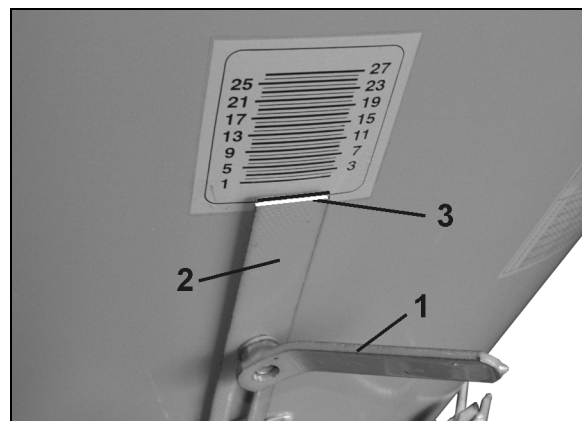

Fig. 23
1. Løsne innstillingsspaken (Fig. 23/1) lösen.
2. Still spjeldstoppet (Fig. 23/2) slik inn at lesemerke (Fig. 23/3) blir stående overfor ønsket verdi på skalaen.